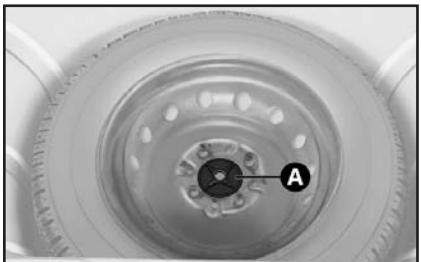

рис. 10
**15)** Уложите спущенное колесо на опору запасного колеса и закрепите опору в исходном положении фиксатором **A** (рис. 10).